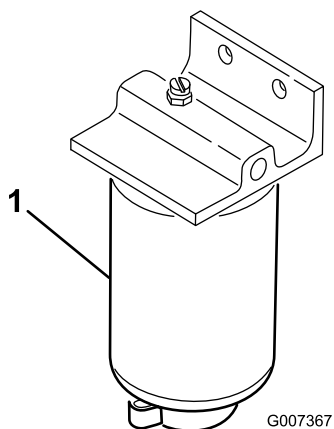

Figura 36
3. Aprite il tappo di spurgo sul filtro del carburante di circa un giro e lasciate fuoriuscire l'acqua accumulata (Figura 36).